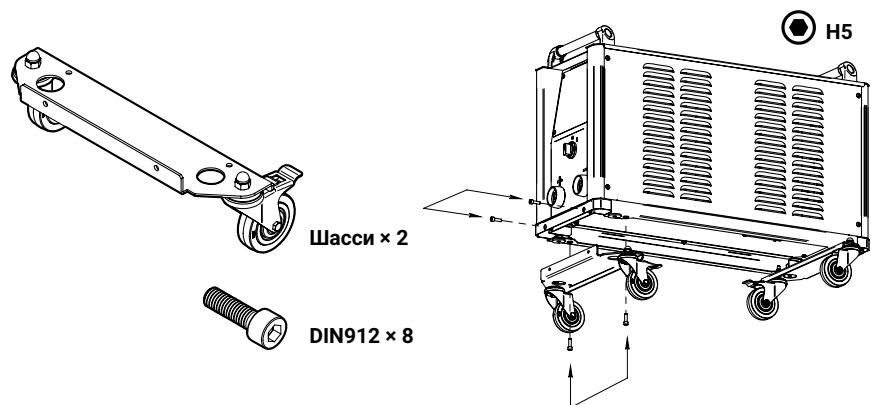

Рис. 11 – Монтаж источника на шасси
- 1 Установить аппарат на шасси (Рис. 11) или на тележку (Рис. 12). Крепежные винты входят в состав тележки.